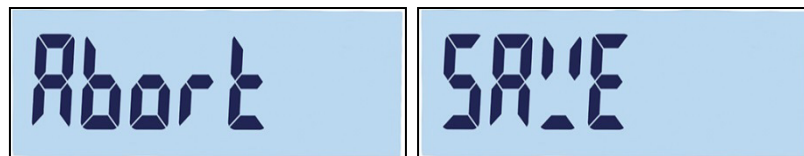

Figura 3-3: Richiesta in uscita dalla configurazione
1. Premere il tasto  o sinistra  quando si è nella root della struttura del menu (F1, F2, ecc. visualizzati). Verrà visualizzato un messaggio con la richiesta di annullare o salvare le modifiche, Figura 3-3.